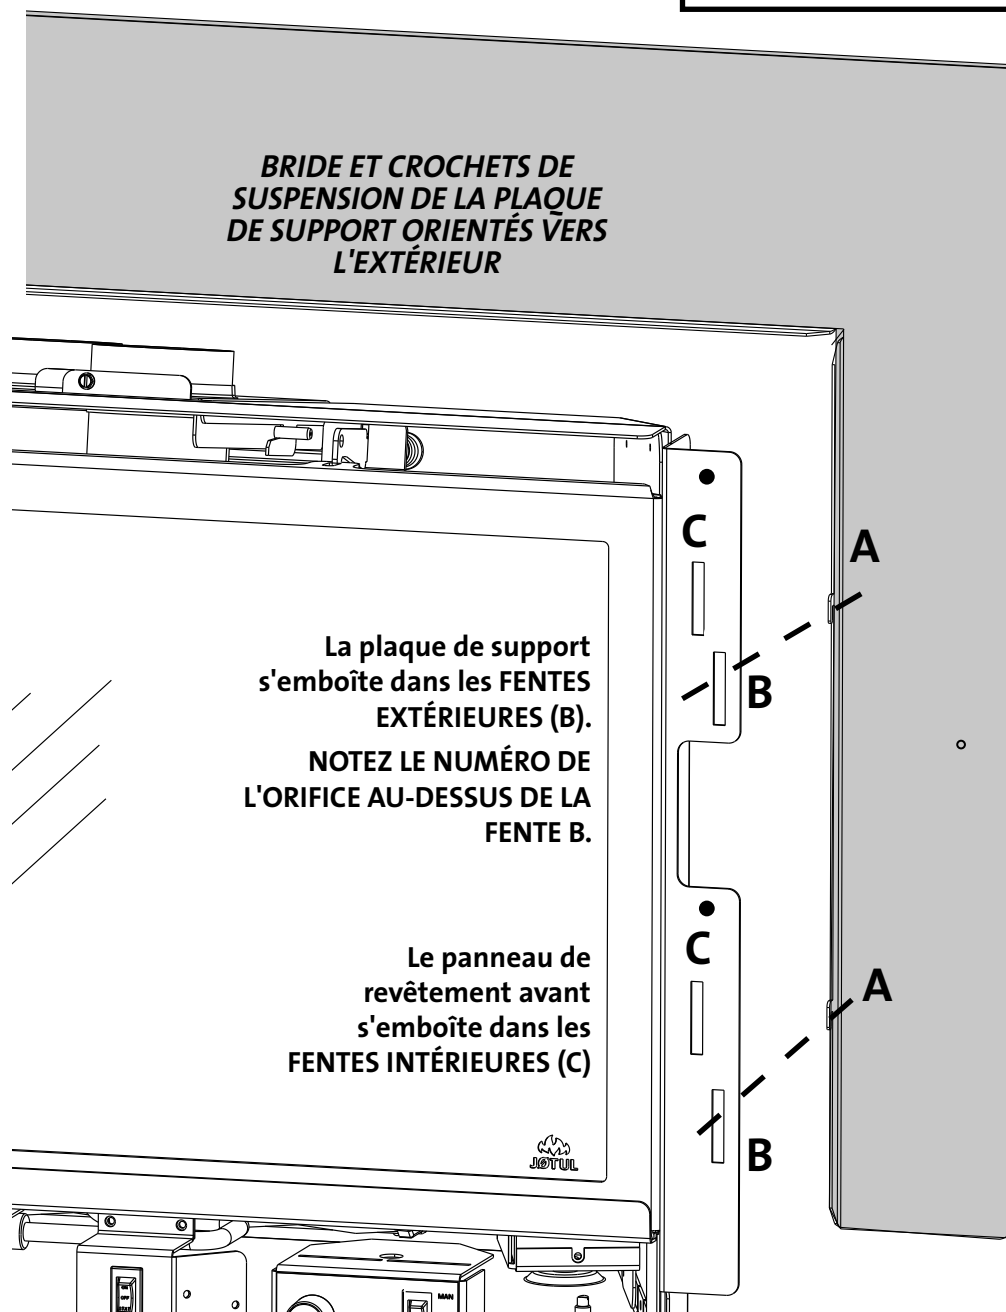

Figure 7.8
Les plaques de support standard et ajustables comprennent quatre crochets de suspension (A) qui s'emboîtent avec les fentes **extérieures** (B) par l'**arrière** des supports de la boîte à feu. Notez le petit orifice d'identification au-dessus de chaque fente « B ». Voir la figure 7.8